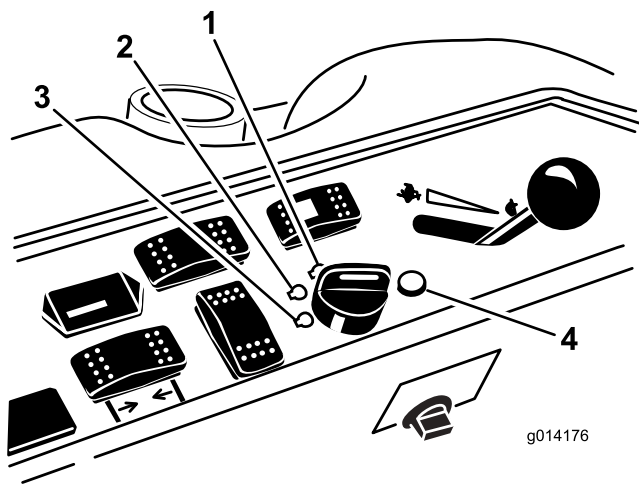

Bild 12
6. Drehen Sie den Zündschlüssel nach rechts in die Lauf-Stellung (Bild 12).
3. Drehen Sie den Zündschlüssel auf die Aus-Stellung (Bild 12). Warten Sie, bis alle sich bewegenden Teile zum Stillstand gekommen sind, bevor Sie die Bedienungsposition verlassen.